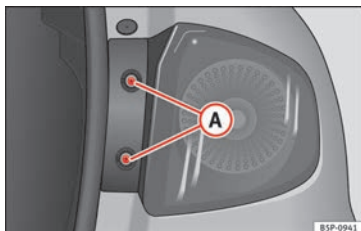

Fig. 184 Luce di posizione/arresto.
- Estrarre le viti » **fig. 184 A**